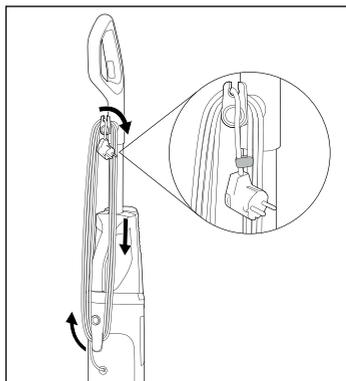

Fig. 44
- ◆ Enrolle el cable de red **17** completamente en los dos enganches del enrollables **16/20** (consulte la fig. 44).